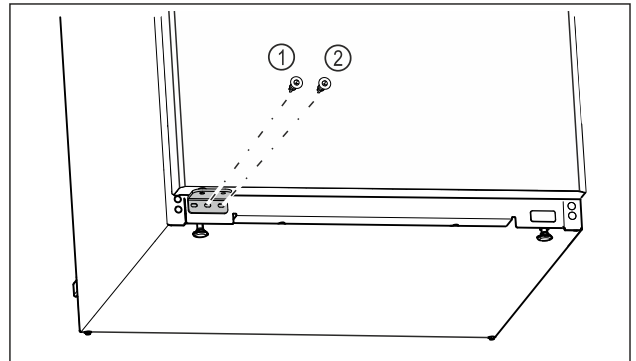

Fig. 21
- ▶ Sredinski vijak ležajnega podstavka Fig. 21 (1) trdno privijte z izvijačem Torx 20.
- ▶ Notranji vijak ležajnega podstavka Fig. 21 (2) trdno privijte z izvijačem Torx 20.